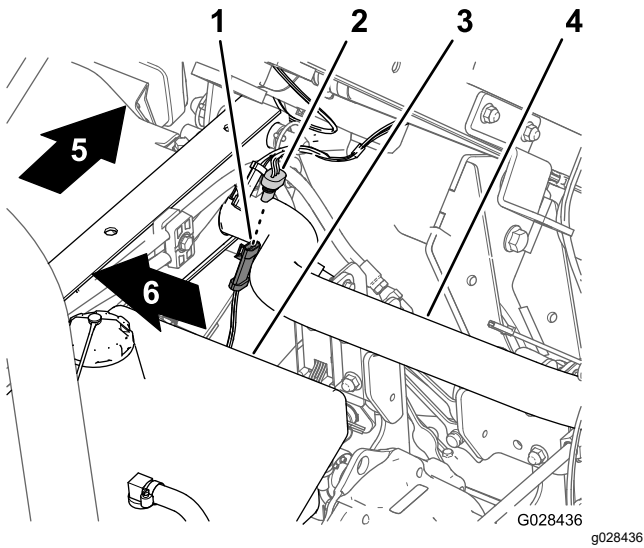

图 17
1. 在打药机线束上找到用于速度传感器电路的 3 插槽接头图 17。
- 将用于速度传感器的机器线束 3 针接头连接到用于速度传感器的打药机线束 3 插槽接头图 17。